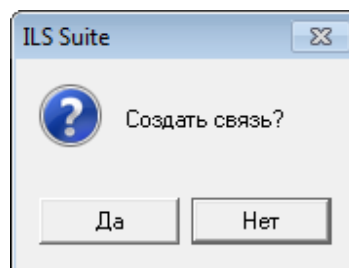

Рис. 13-517 – Диалоговое окно
2) Выбрать бюллетень в рабочем окне «Бюллетени» (1 на рис. 13-517). Для выбора нескольких бюллетеней используются клавиши CTRL и SHIFT.
3) Удерживая нажатой левую кнопку мыши, переместить выделенный бюллетень на компонент в рабочем окне «Логистическая структура» (2 на рис. 13-517). При этом необходимо добиться, чтобы этот компонент был выделен в колонке «Структура» стрелками ▶ и ◀. Отпустить левую кнопку мыши.